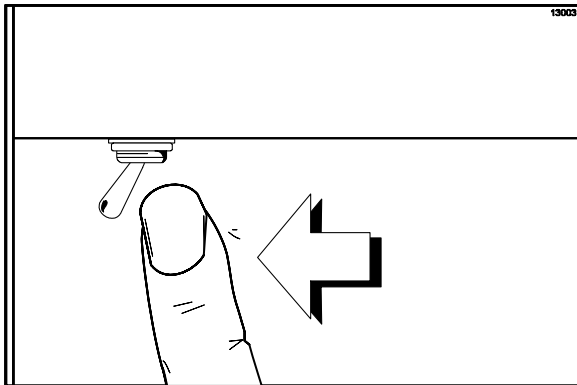

Abbildung 101
1. Netzschalter AUSSCHALTEN! (Siehe Abbildung 101.)